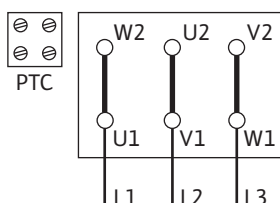
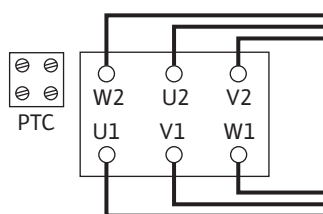

Fig. 10: Y-Δ-pokretanje
Fig. 11: Δ-veza
- Mrežni priključak na priključnoj ploči zavisi od snage motora P2, mrežnog napona i vrste uključivanja. Potreban način povezivanja veznih mostova u priključnoj kutiji nalazi se u sledećoj tabeli i na Fig. 10 i Fig. 11.
Y-Δ-pokretanje (standardno)	Ukloniti vezne mostove (Fig. 10).
Uključivanje preko Soft starter-a	Δ-veza (Fig. 11)